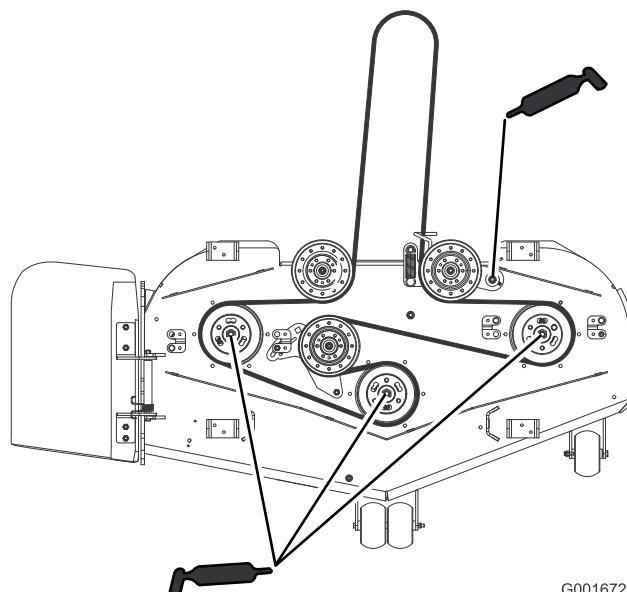

Figure 33
4. Lubrifiez les roulements des trois axes sous jusqu'à ce que la graisse sorte par les joints inférieurs (Figure 33).
5. Graissez le bras de la poulie de tension sur le tablier de coupe (Figure 33).